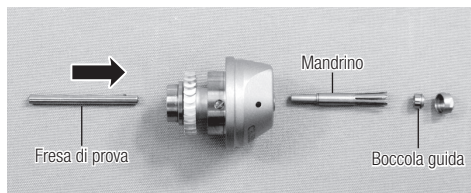

Fig. 19
- 3) Una volta allentato il dado del rotore, estrarre il mandrino con cura mediante la fresa di prova o il gambo della fresa spingendolo dal retro della cartuccia: la boccola guida e il mandrino si staccherann. (Fig.19)